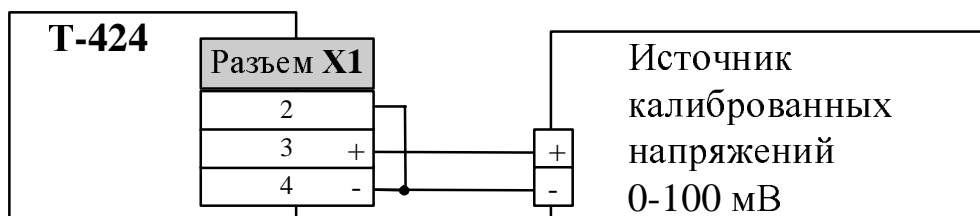

Рис. 5.1.
5.5.6.1. Схема подключения показана на рис.5.1.